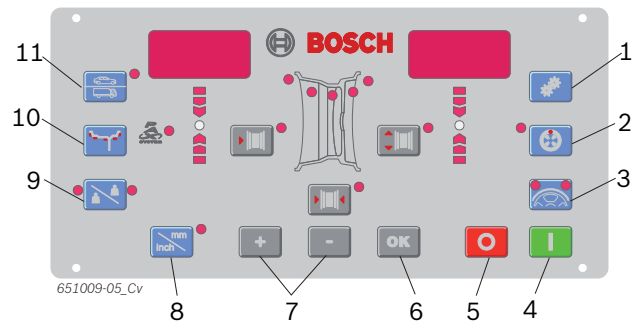

Fig. 4: Toetsen bedieningsveld/indicatieveld
- ➔ Met behulp van de LED's (fig. 4, pos. 1) worden de posities van de uitlijnniveaus voor elk uitlijnprogramma weergegeven.
I Indien een PAX-uitlijnprogramma geselecteerd is, brandt bovendien de LED Pax (fig. 4, pos. 10).
2. Bepaalde velgafstand met <-> of <+> -toets voor velgafstand (fig. 4, pos. 7) kiezen.
4. Bepaalde velgbreedte met <-> of <+> -toets voor de velgbreedte (Fig. 4, Pos. 6) kiezen.
6. De bepaalde veldiameter met <-> of <+> toets voor velgdiameter (fig. 4, pos. 2) selecteren.
- ⇒ Beide LED's van de <SPLIT>-toets (fig. 4, pos. 5) branden.
- ⇒ Zodra de positie voor de bevestiging van een uitlijngewicht bereikt is, brandt de LED (fig.4, pos. 3). Een geluidssignaal bevestigt de correcte positie (achter een spaak).
LED's in de vorm van een pijl (fig. 4, pos. 11) geven aan, in welke richting het wiel gedraaid moet worden, om de 12 uur-positie voor de bevestiging van het uitlijngewicht te bereiken.
- ⇒ Zodra de correcte positie voor de bevestiging van een uitlijngewicht bereikt is, brandt de LED (fig.4, pos. 3) en een geluidssignaal bevestigt de correcte positie.